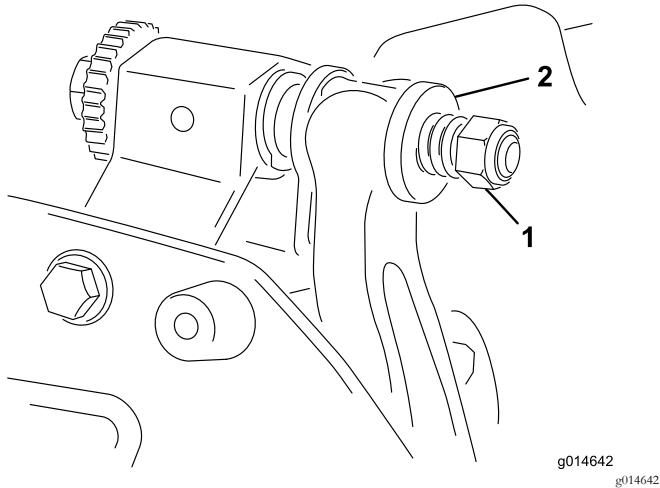

图21
- 旋紧弹簧加压螺母直到弹簧完全压紧然后往回松开 1/2 圈 (图21)。